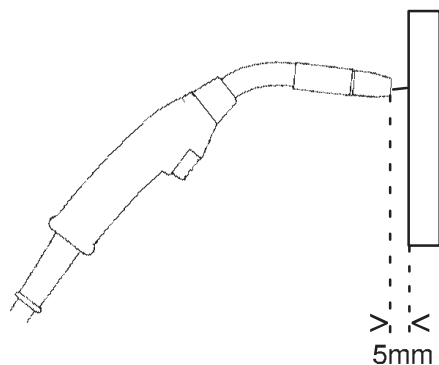

Fig. 1
- Cuando se coloca la pistola a una distancia de aproximadamente 5mm de la madera (fig. 1) los rodillos de alimentación deben patinar.